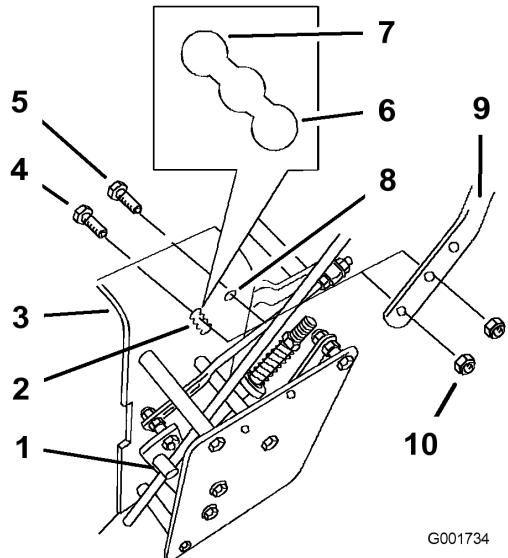

Figure 23
2. Desserrez les boulons à embase supérieurs (3/8 x 1-1/4") et l'écrou à embase de fixation de la poignée au bâti arrière (Figure 23).
3. Retirez les boulons à embase supérieurs ((3/8 x 1 pouce)) et les écrous à embase de fixation de la poignée au bâti arrière (Figure 23)